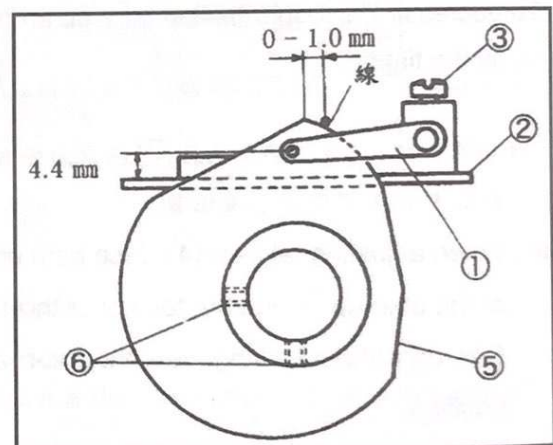

Fig.44
支撐板②和過線片①的標準距離是4.4mm。放鬆螺絲③再上下調整移動線孔。(Fig.44)
- 增加線量時，將過線片①往下移。
- 減少線量時，將過線片①往上移。
鬆開螺絲⑥。(Fig.44)
(Fig.44)